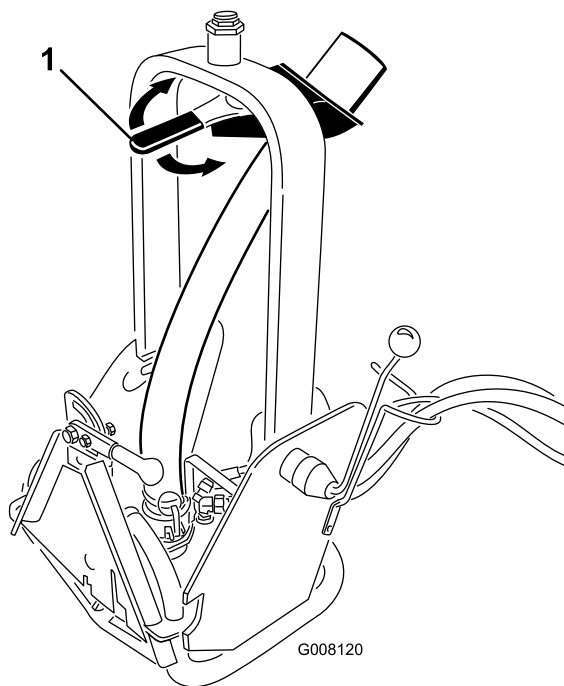

Bild 7
2. Drehen Sie zum Einstellen der Flussrichtung den Düsengriff (Bild 7) in die gewünschte Stellung.
Hinweis: Sie können den Widerstand an der Griffdüse (Bild 7) erhöhen oder verringern, wenn